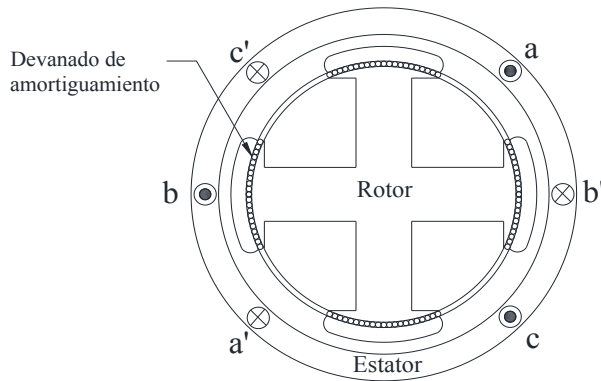

Figura 4.2
-Estos rotores normalmente son de tipos polos salientes pero se tiene un problema de que la reluctancia en la periferia del entrehierro no es uniforme; este problema se puede resolver colocando un devanado de amortiguamiento en forma de barras de cobre en cortocircuito alrededor del rotor, similar a la de jaula de ardilla en una máquina de inducción, como se muestra en la figura 4.2. La forma de este rotor es de gran longitud, pero de un diámetro pequeño.